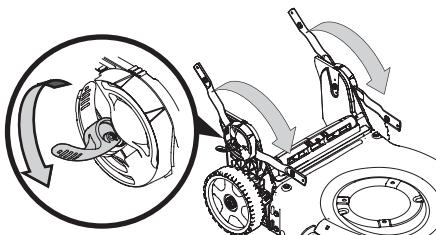

Figura 7
2. Destapse las dos palancas de liberación de manija. Vea el recuadro de la Figura 7.